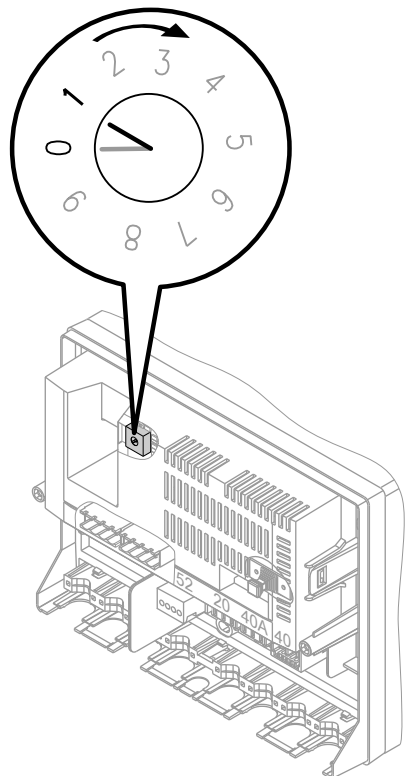

Abb. 50
### Drehschalter einstellen (siehe Abb. 50):
**Drehschalter einstellen (siehe Abb. 50):**